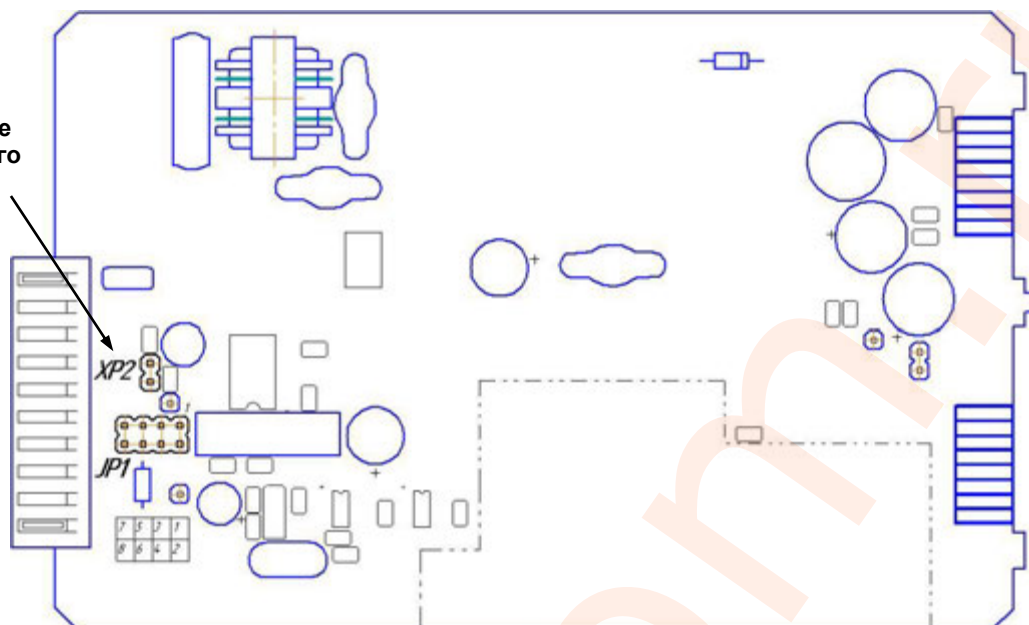
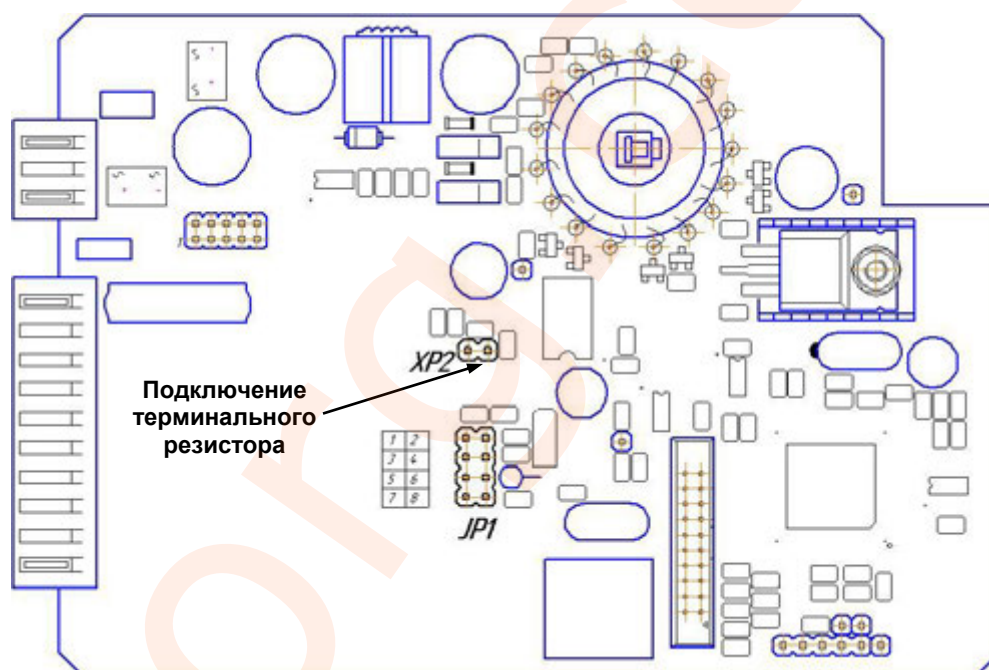

Рисунок 4.2 – Положение перемычек на плате входов БРУ-105
Рисунок 4.3 – Положение перемычек на плате входов БРУ-15
- установить положение переключателей на модуле универсальных входов в положение согласно выбранного типа входного сигнала БРУ-105 (таб. 4.1, рис. 4.2), БРУ-15 (таб. 4.1, рис. 4.3) .